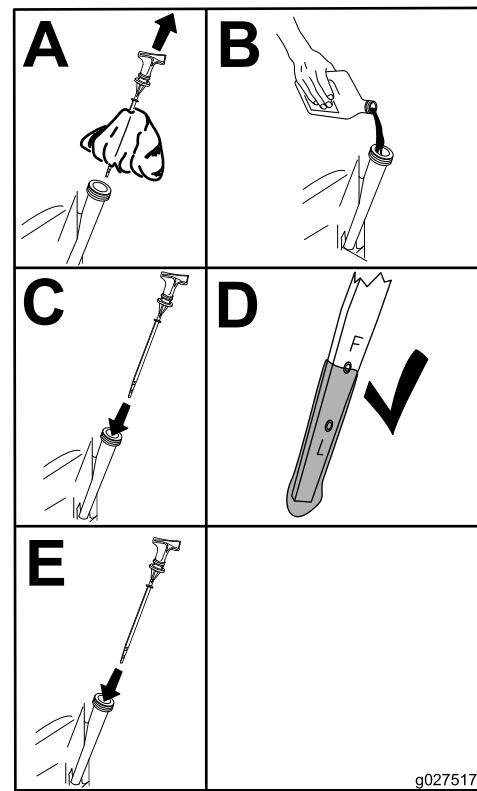

Figura 63
6. Vierta lentamente un 80% aproximadamente del aceite especificado por el tubo de llenado, luego añada lentamente el resto del aceite hasta que llegue a la marca de Lleno (Figura 63).